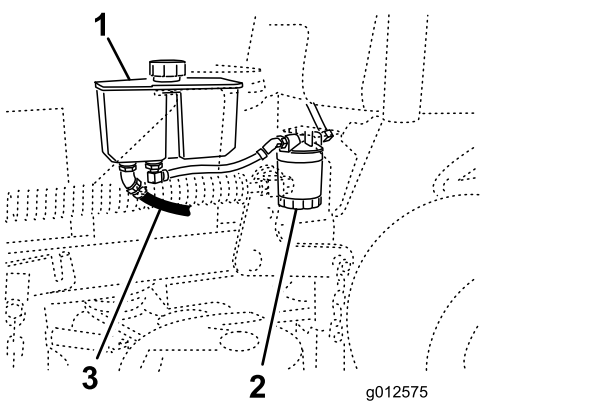

Figura 69
4. Localice el manguito hidráulico delantero, debajo del depósito de aceite, y coloque un recipiente debajo del depósito (Figura 69).